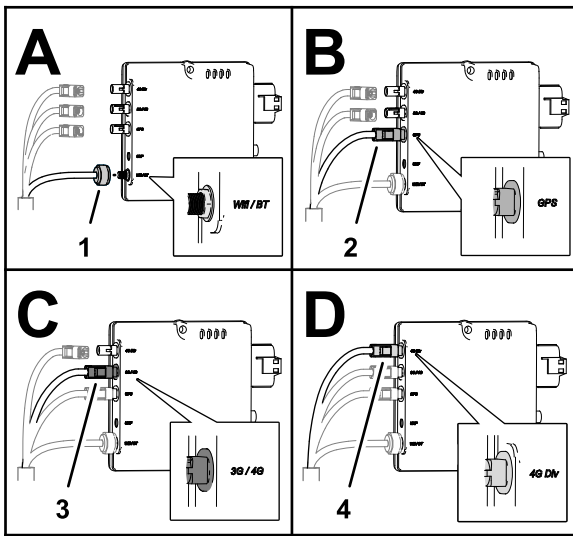

Figura 165
1. Enchufe el conector coaxial del arnés de la antena del módem marcado WiFi en el puerto coaxial del módem CL-55 marcado WiFi/BT, y apriete el conector coaxial (Figura 165).
2. Enchufe el conector rápido coaxial azul del arnés de la antena del módem marcado GNSS en el conector del módem CL-55 marcado GPS hasta que los conectores se enganchen firmemente (Figura 165).
3. Enchufe el conector rápido coaxial violeta del arnés de la antena del módem marcado LTE-1 en el conector del módem CL-55 marcado 3G / 4G hasta que los conectores se enganchen firmemente (Figura 165).
4. **Módem CDMA solamente:** Enchufe el conector rápido coaxial rojo del arnés de la antena del módem marcado LTE-2 en el conector del módem CL-55 marcado 4G DIV hasta que los conectores se enganchen firmemente (Figura 165).